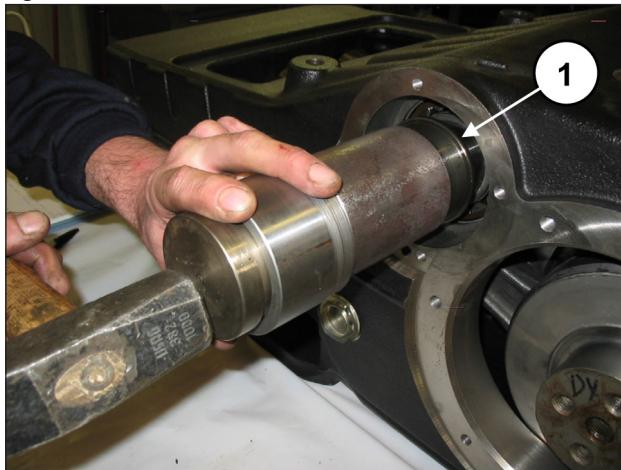
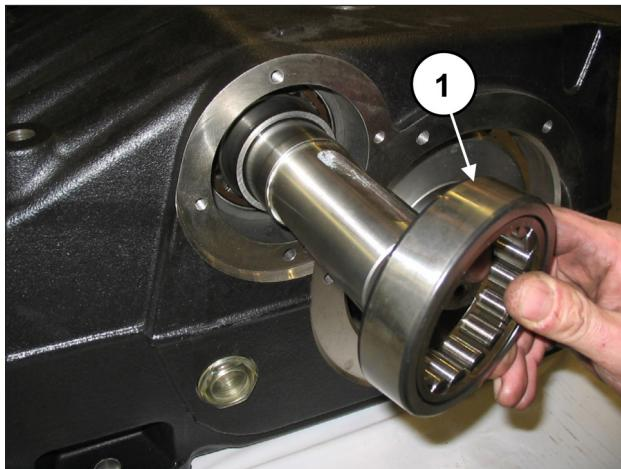

Fig. 61
Fig. 62
Insira o anel interno (pos. ①, Fig. 61) e o anel externo (pos. ①, Fig. 62) de um rolamento em um dos lados da bomba.
Insira o anel interno (pos. ①, Fig. 61) e o anel externo (pos. ①, Fig. 62) do último rolamento.